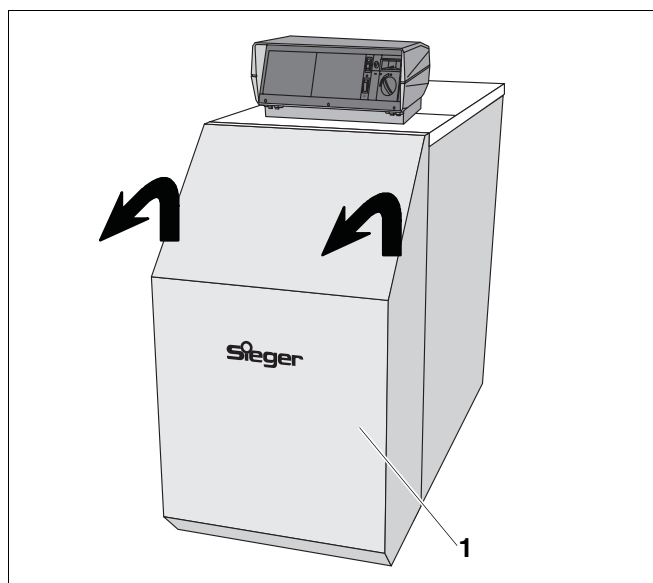

Abb. 5 Brennerhaube bei TG 21 BE abnehmen
- Nehmen Sie die Brennerhaube (Abb. 5, **Pos. 1**) ab.